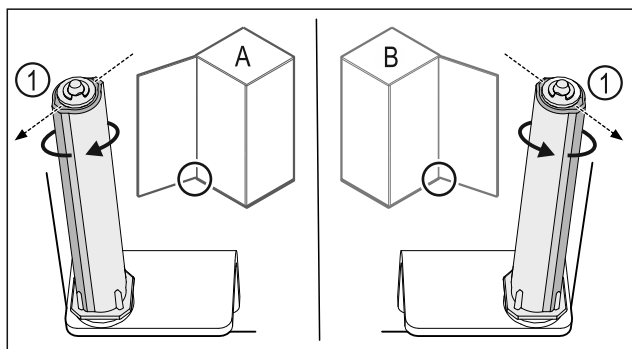

Fig. 37 Okretanje nalijevo (A) / okretanje nadesno (B)
- ▶ Okrećite sustav zatvaranja do kraja dok lamela sustava zatvaranja Fig. 37 (1) ne bude usmjerena prema van.